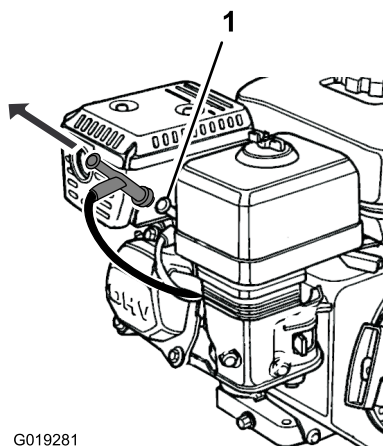

Figura 27
6. Desconecte el cable de la bujía; consulte Figura 27.
Desconecte el cable de la bujía del terminal de la bujía (Figura 27).